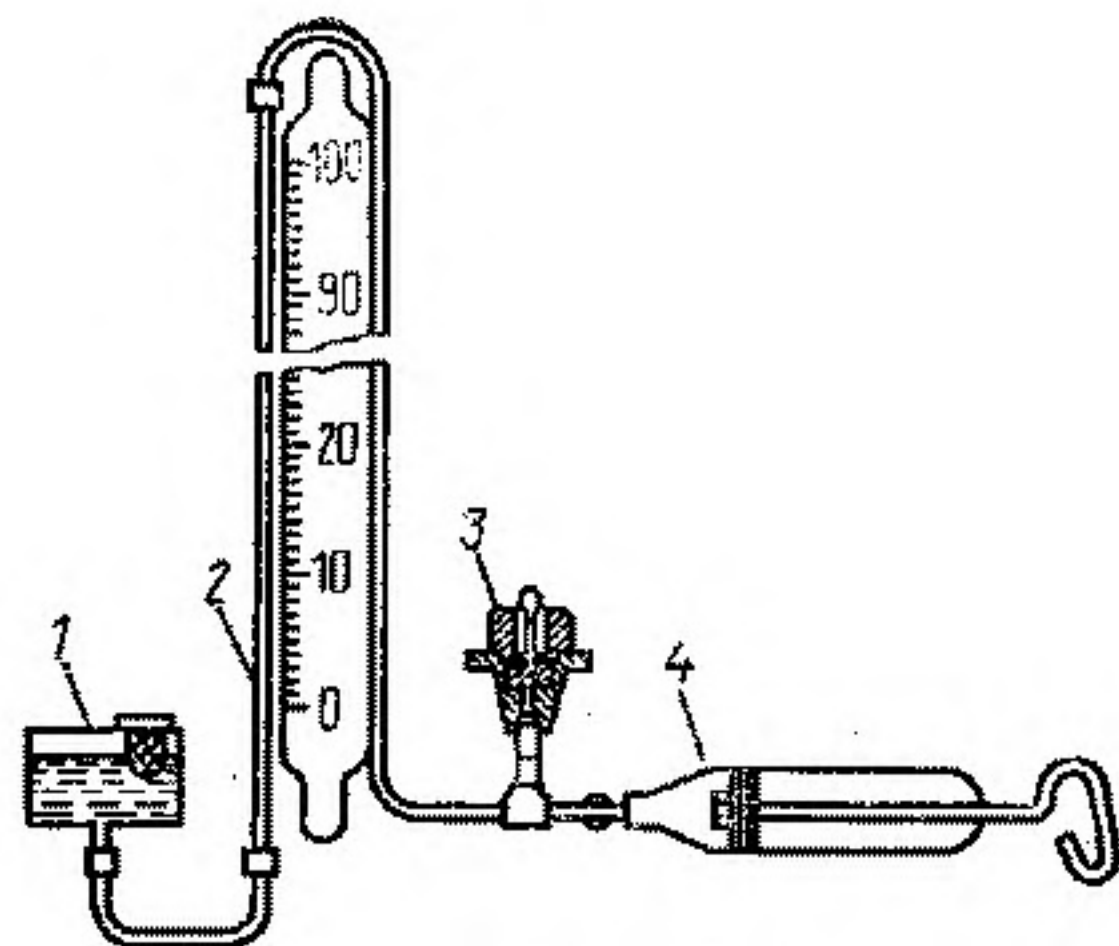

Рис. 24. Схема проверки герметичности топливного клапана:
1. Установить клапан на специальном вакуумном приборе, как показано на рис. 24.